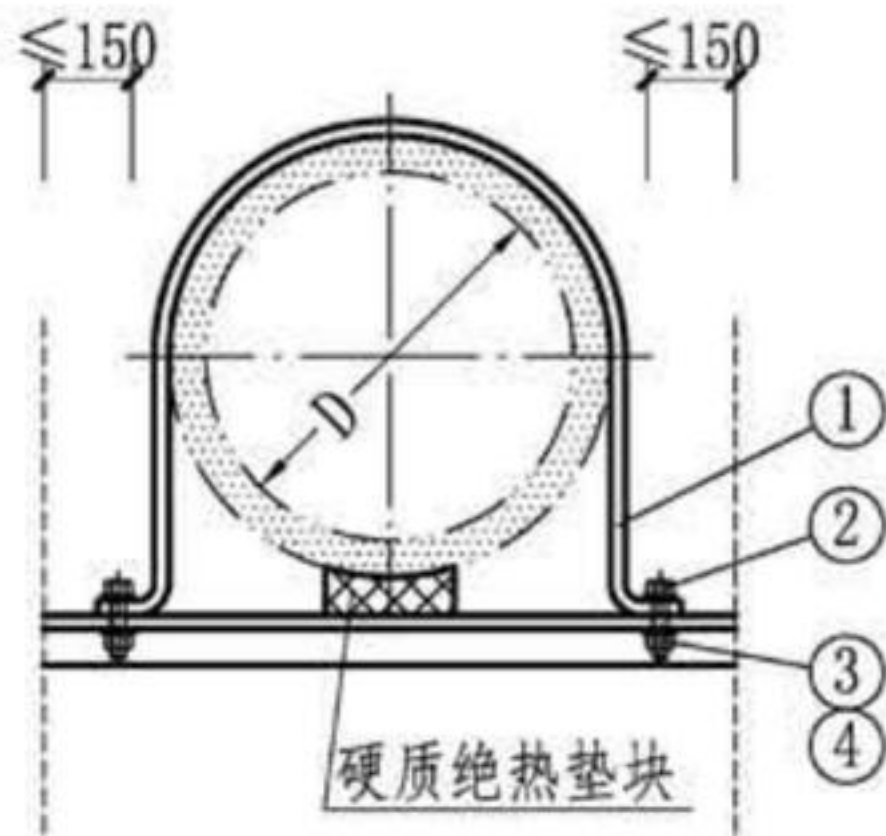
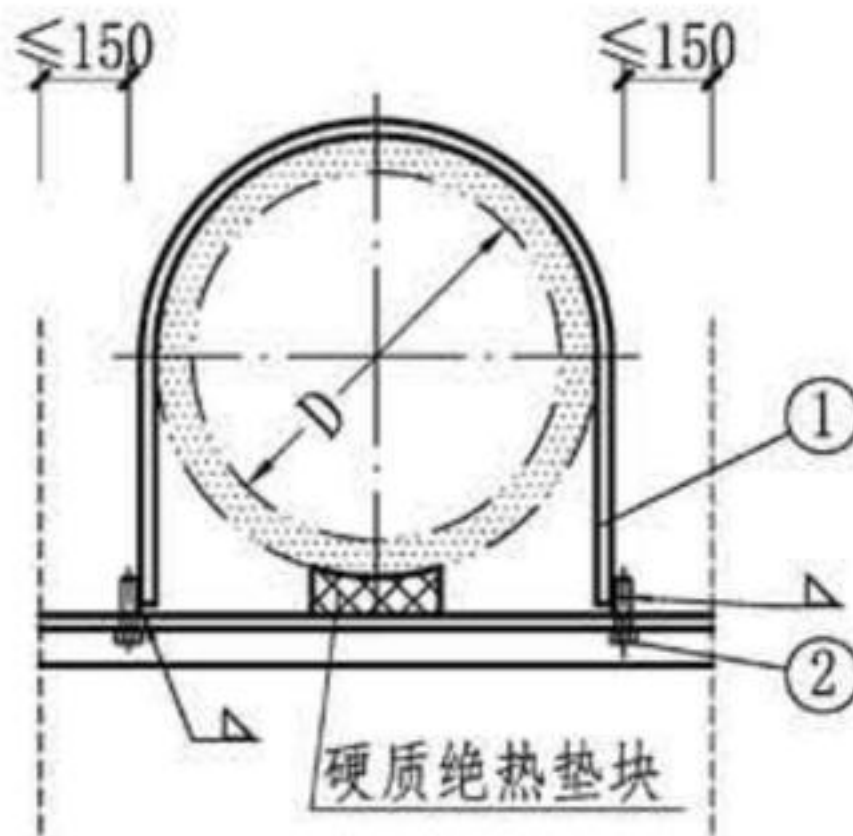

图3
图4
- 注：1. 图1~图2中虚线表示墙边或柱边，适应于本图集第11~14页悬臂型或斜撑型支架。图3~图4中虚线表示墙边、柱边或吊杆中心线，适应于本图集第15~16页悬吊型支架。
3. 图2、图4中，件①和件②的焊接连接长度为5d（d为件②的直径）。